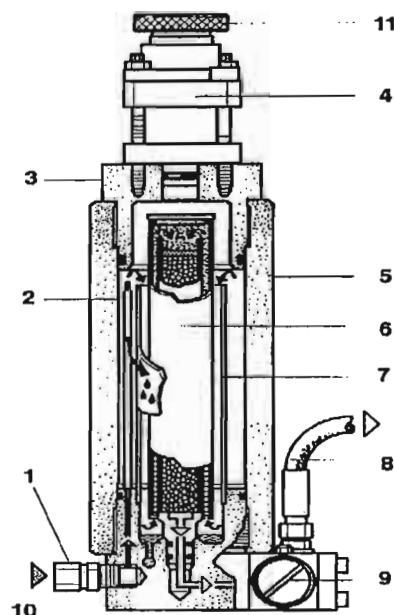

Рис. 26 Фильтрующая система P21
Воздух, выходящий из последней ступени, охлаждается в конечном охладителе до температуры, примерно на 10-15° выше температуры окружающего воздуха и попадает в фильтровальную систему P21, в которой расположен фильтровальный патрон TRIPLEX (Рис. 26).
- Снимите головку фильтра (3, рис. 26).